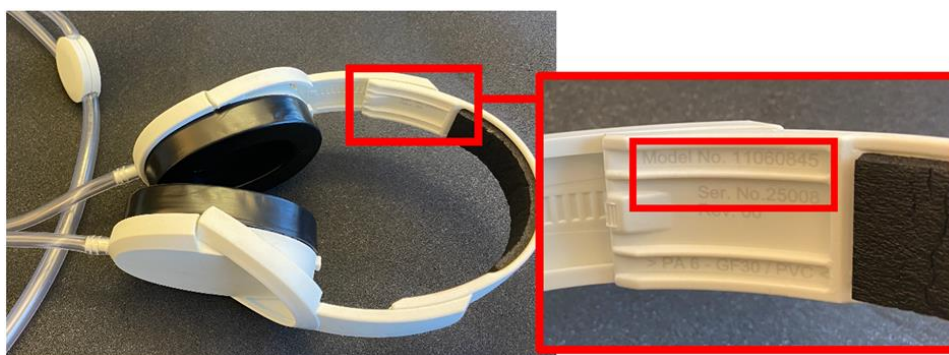

Figure 1 : Emplacement du numéro du modèle et du numéro de série des casques supra-auriculaires
- Vérifiez le numéro de modèle et le numéro de série de vos casques supra-auriculaires. Voir la *Figure 1* pour connaître leur emplacement sur le casque supra-auriculaire. Si le numéro de modèle n'est pas identique ou si le numéro de série n'est pas compris dans la plage indiquée (7981 – 32200), les casques ne sont pas concernés.